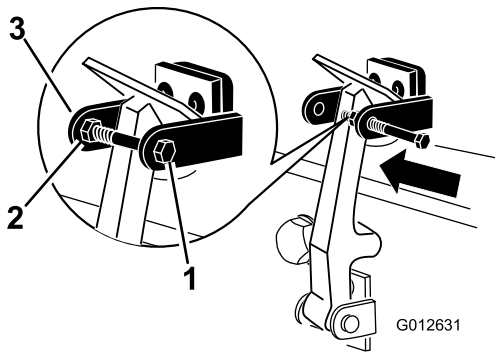

**Bild 7**
7. Haken Sie den Riegel in die Halterung des Motorhaubenriegels ein (**Bild 7**).